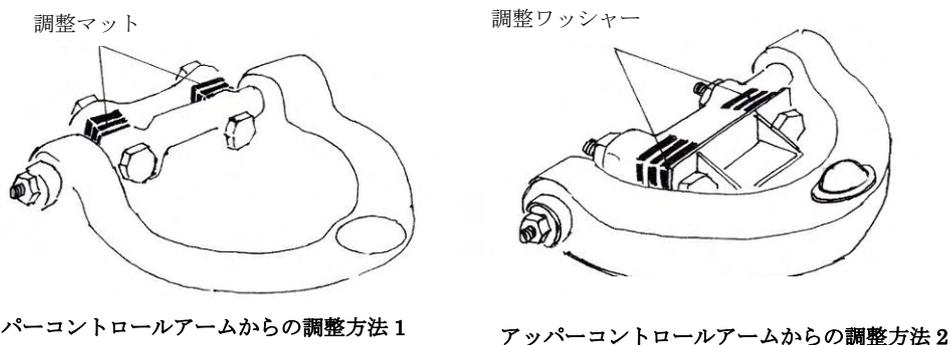

図 1-18 上部制御アームの調整パラメーター
- (2) ダブルスイングアーム独立サスペンションの調整位置は、通常、アッパーコントロールアーム上で、主にガasketタイプ（図 1-18）、偏心ボルトタイプ、長穴タイプなどがあります。